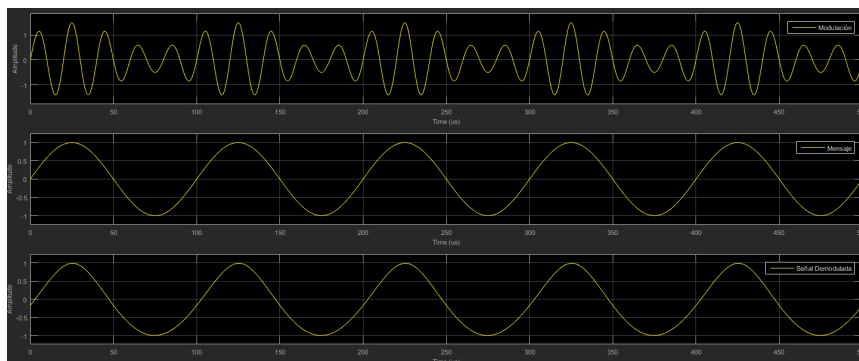

Figura 4: Señales temporales para mensaje, modulada y demodulada.
5. Con los parámetros de configuración realizados, proceda en ejecutar el bloque de Simulink. En la figura 4 se muestra la señal temporal obtenida. **NOTA: Es de esperar también el bloque *Spectrum Analyzer*.**